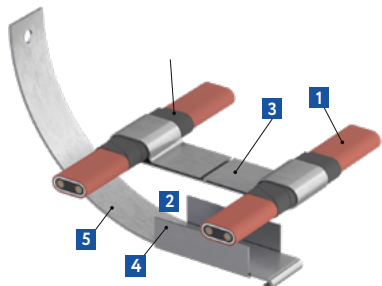

Рис. 6. Установка металлического зажима. Фиксация к полосе крепежной
- установить зажим с шагом согласно зоне обогрева (Приложение) и затем обжать их фиксатором — рис. 6а и 6б.